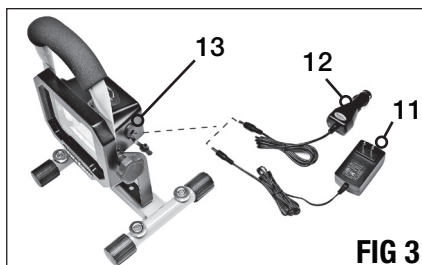

FIG 3
2. Brancher l'chargeur de courant c.a. 120 V et la lampe de travail comme montré à la FIG. 3.
2. Brancher l'chargeur pour voiture de 12 V c.c. et la lampe de travail comme montré à la FIG. 3.